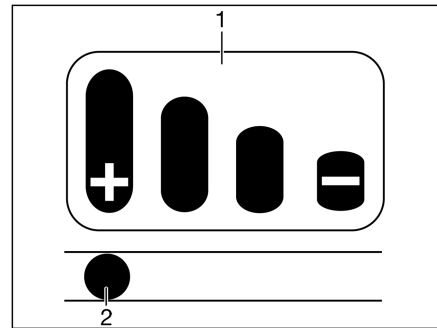

Bild 166 Verschleißanzeige
Auf dem Kupplungsgriff ist eine Verschleißanzeige (Bild 166) mit einem Balkendiagramm (Bild 166,1) angebracht.
- Wenn der Stift (Bild 166,2) im Langloch auf der Markierung mit dem "+" steht, sind die Reibbeläge noch im Neuzustand.